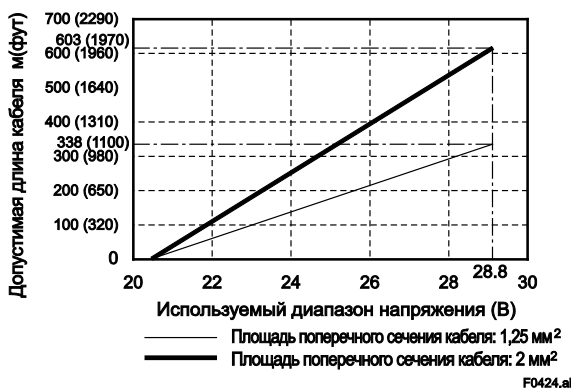

Рисунок 4.4.2 Напряжение питания и длина кабеля питания (расходомер встроенного типа и вынесенный преобразователь AXG4A)
- Для версии с источником питания 24 В (код источника питания -2), напряжение 24 В (от -15% до +20%) является напряжением питания на клеммах преобразователя. Поскольку напряжение снижается из-за сопротивления кабеля, напряжение необходимо поддерживать в пределах, указанных на рис. 4.4.2.